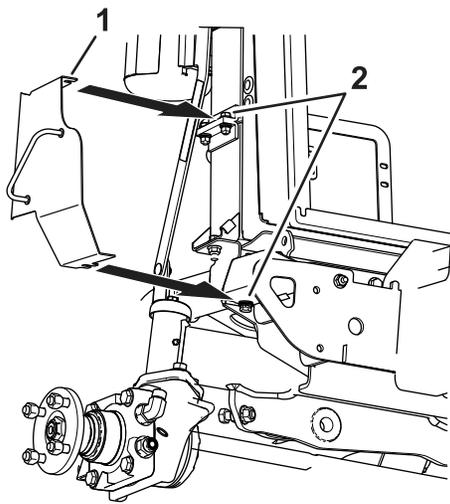

Figura 14
12. Allentate i bulloni sulla parte laterale del radiatore (Figura 14).
13. Fate scorrere il gruppo staffa della copertura protettiva del refrigeratore di sinistra sotto le teste del bullone sul radiatore e sulla staffa del paraurti (Figura 14).